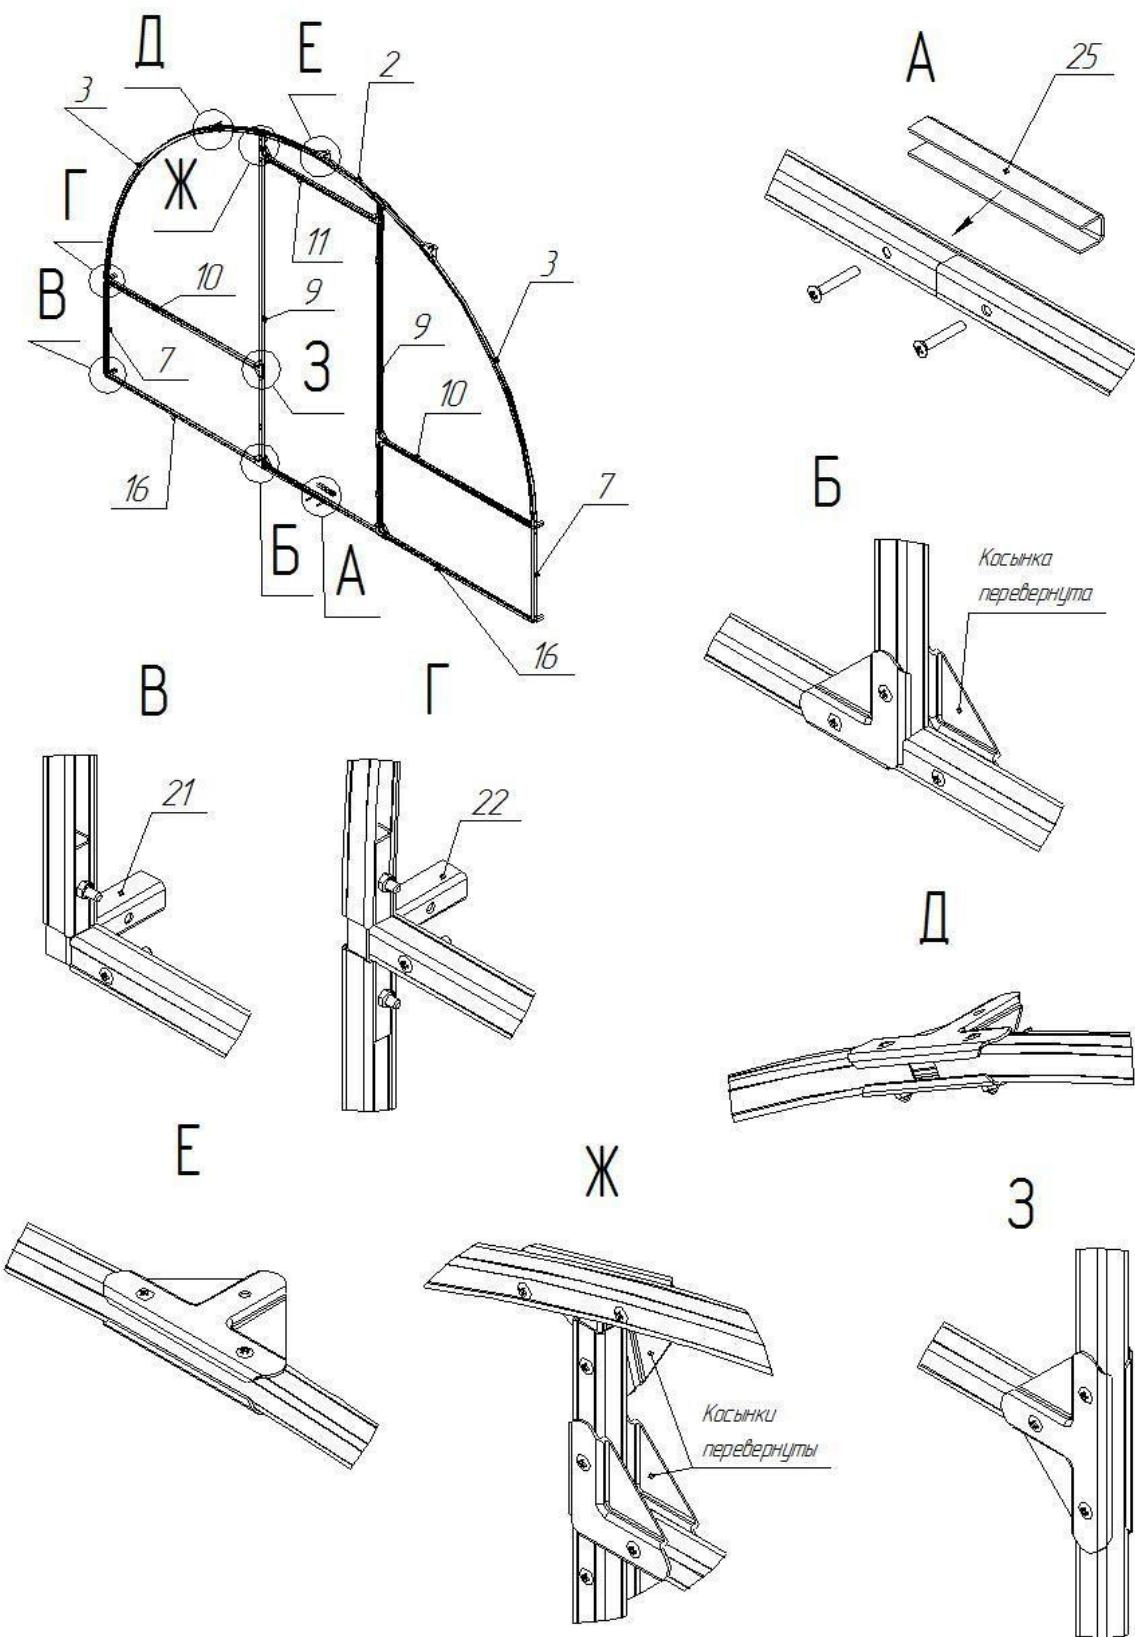

Рис. 1
6.1 Сборку каркаса следует начинать со сборки терцев (рис. 1). Каркас теплицы собирается при помощи винтов M5x30, винты M4x30 предназначены для навески дверей, форточек и установки вертушков.